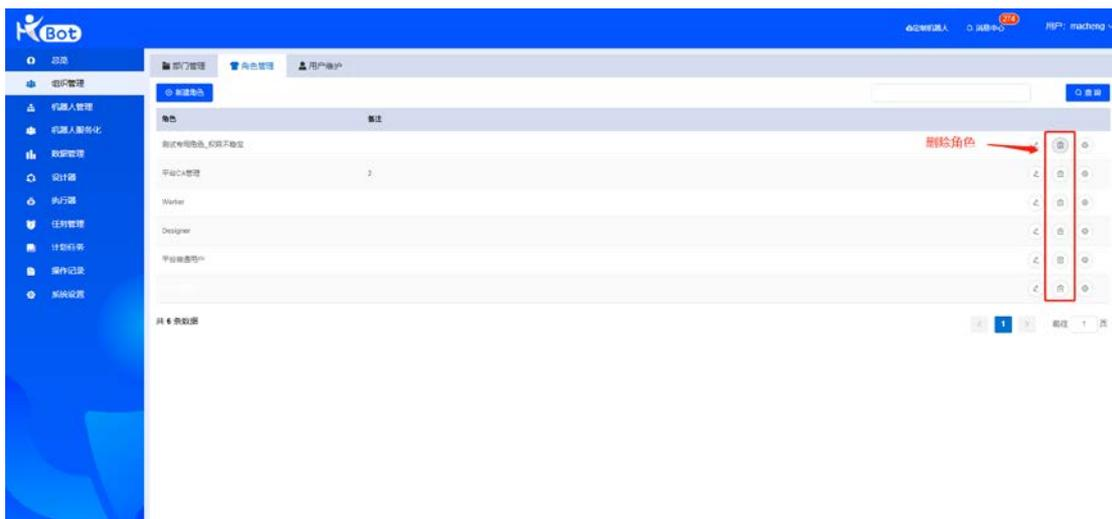

图 19
- 删除角色：删除当前角色，所有已存在角色都可以被删除，如图 19。